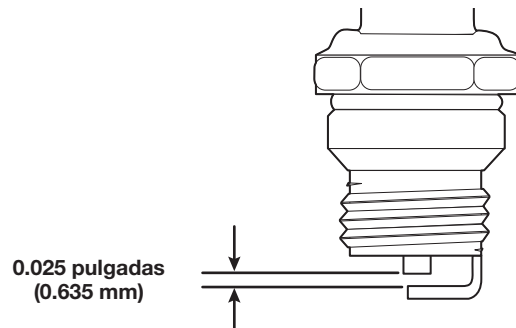

Fig. 15
4. Use un calibre de separación para ajustar una separación de aire de **0.025 pulgadas (0.635 mm)** (Fig. 15).